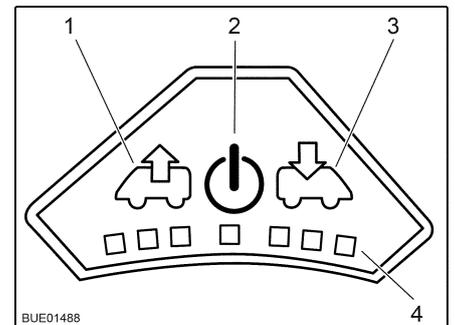

Fig. 102 Cuadro de mando del ventilador
- Pulsar la tecla On/Off (Fig. 102,2). El ventilador funciona en el modo confort (extracción con la velocidad más baja del ventilador).
- Para aumentar la velocidad del ventilador: Pulsar la tecla de extracción (Fig. 102,1). La velocidad del ventilador aumenta un nivel en el sentido de extracción de aire. Los LED (Fig. 102,4) muestran los niveles de ajuste.
- Para disminuir la velocidad del ventilador: Pulsar la tecla de ventilación (Fig. 102,3). La velocidad del ventilador disminuye un nivel.
- Para aumentar la velocidad del ventilador: Pulsar la tecla de ventilación (Fig. 102,3). La velocidad del ventilador aumenta un nivel en el sentido de ventilación. Los LED (Fig. 102,4) muestran los niveles de ajuste.
- Para disminuir la velocidad del ventilador: Pulsar la tecla de extracción (Fig. 102,1). La velocidad del ventilador disminuye un nivel.
- Pulsar la tecla On/Off (Fig. 102,2). El ventilador se detiene, los LED se apagan.